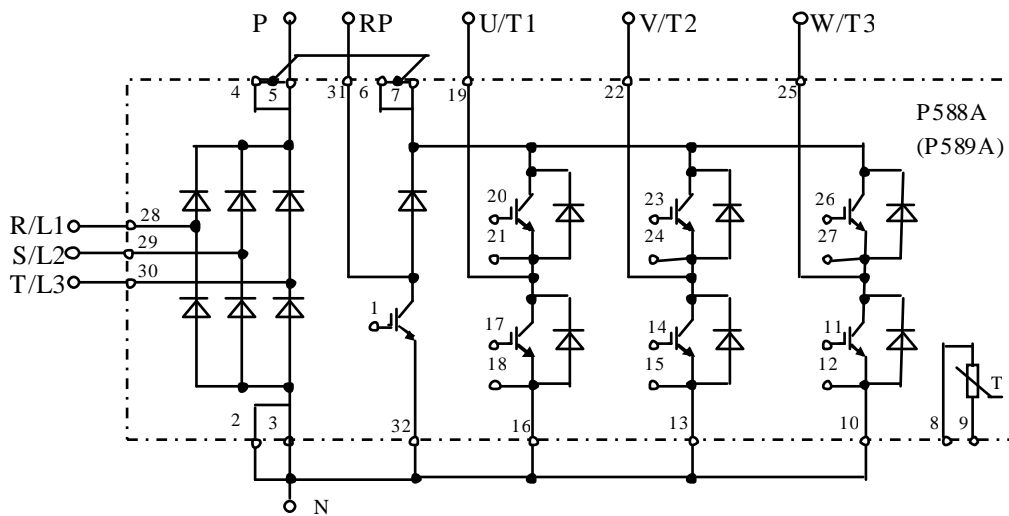

Рис. 4.4 Принципиальная схема матриц P588A и P589A
- 4.7.2. Электрическая принципиальная схема матриц P588A и P589A приведена на рис.4.4 (на схеме также показаны внешние силовые клеммы ПЧ).